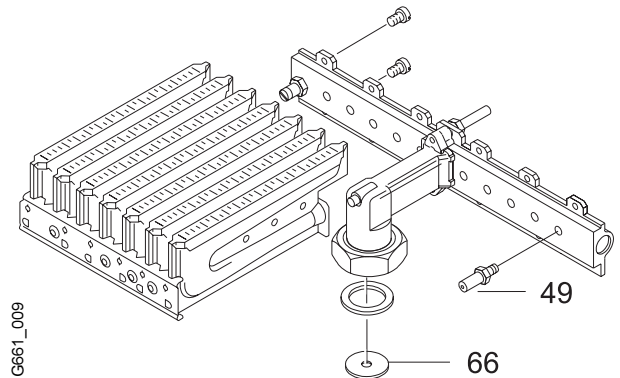

Fig. 11
2. Desmonte o queimador e substitua os injectores (pos. 49, fig. 11).
4. Substitua a anilha de estrangulamento (pos. 66, fig. 11).